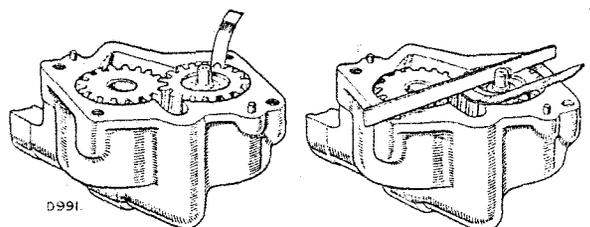

Fig. AO-6—Para verificar el juego de los engranajes de la bomba de aceite.
5. Verifíquese el juego radial y el juego longitudinal de los engranajes según indicado en Fig. AO-6.